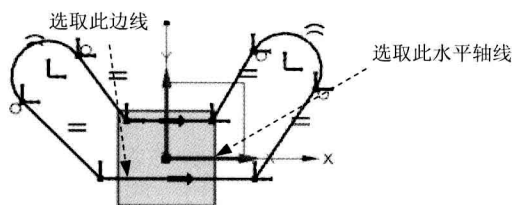

图 2.12.10 添加约束 (六)
(6) 单击“共线”按钮 , 选取图 2.12.10 所示的直线和水平轴线, 则添加“共线”约束。